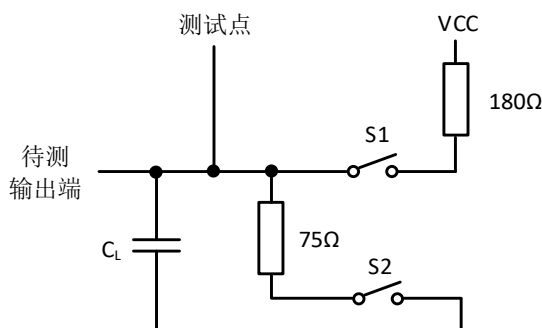

图1. 开关特性测试电路
3. 测试电路如图 1, 其中 C_L 包括了探针和插座的寄生电容; 输入信号由波形发生器提供, 且输入信号应当满足: $PRR\leq 1MHz$, $Z_O\approx 50\Omega$, $t_R\leq 15ns$, $t_F\leq 6ns$; 每个使能端都是单独测试的。